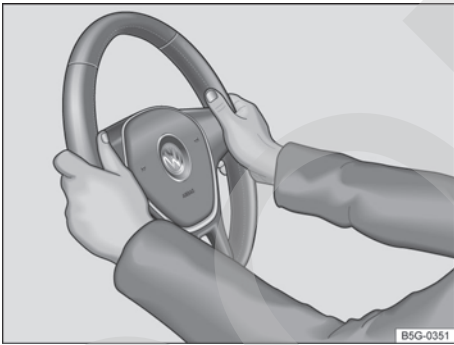

Fig. 89 En el volante: posición equivalente a las 9 y las 3 horas.
- Ajuste el volante de forma que pueda sujetarlo con ambas manos por los lados, por su parte exterior, en la posición equivalente a las 9 y las 3 horas → fig. 89 con los brazos ligeramente flexionados.
- Con el fin de reducir el peligro de sufrir lesiones en caso de que se dispare el airbag frontal del conductor, durante la conducción sujete siempre el volante por los lados, por su parte exterior, con las manos en la posición equivalente a las 9 y las 3 horas → fig. 89.